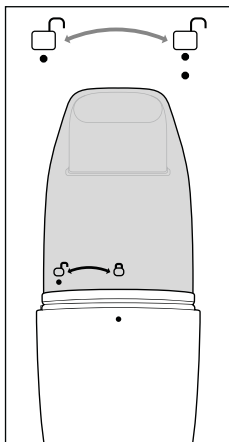
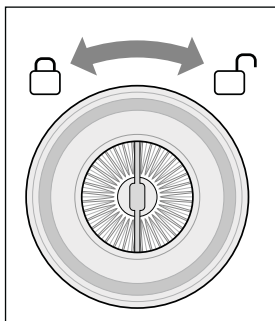

Fig. 6
Fig. 9
1. Al abrir el depósito de suciedad **3**, observe las marcas **●** situadas bajo el símbolo  del depósito de suciedad **3** y en el borde del aparato. Sujete el aparato por el mango **9** y gire el depósito de suciedad **3** hasta que ambas marcas estén la una encima de la otra (consulte la fig. 6).
6. Vuelva a colocar el depósito de suciedad **3** en el aparato. Para ello, asegúrese de que las dos marcas ● situadas bajo el símbolo □ del depósito de suciedad **3** y en el borde del aparato queden la una sobre la otra (consulte la fig. 6). Gire el depósito de suciedad **3** hasta que la marca ● del borde del aparato quede debajo del símbolo □ del depósito de suciedad **3** y el depósito de suciedad **3** encastre audiblemente en el aparato.
- Cambie regularmente el filtro de polvo ❸ para garantizar el funcionamiento correcto e higiénico del aparato.
1. Extraiga el filtro de polvo ❸ con la carcasa del filtro ❹ del depósito de suciedad ❺ (consulte el capítulo **Vaciado del depósito de suciedad**).
2. Observe los símbolos de candado de la tapa del filtro de polvo ❸. Gire el filtro de polvo ❸ hacia la derecha hacia el símbolo  y tire de este para extraerlo de la carcasa del filtro ❹ (consulte las figs. 9 y 10).
- Si desea cambiar el filtro de polvo ❸, omita los pasos 3 y 4 y pase directamente al paso 5.
3. Agite el filtro de polvo ⑤ y la carcasa del filtro ④ en el contenedor de basura para vaciarlos.
4. Limpie el filtro de polvo ⑤ y la carcasa del filtro ④ con agua corriente y deje que se sequen completamente al aire.
5. Vuelva a colocar el filtro de polvo ⑤ en la carcasa del filtro ④ y gírelo hacia la izquierda hacia el símbolo  hasta que encastre firmemente en la carcasa del filtro ④ (consulte la fig. 9).
6. Vuelva a colocar el filtro de polvo ⑤ con la carcasa del filtro ④ en el depósito de suciedad ③. Para ello, asegúrese de que el filtro de polvo ⑤ quede en posición recta en el depósito de suciedad ③ y de que la junta de goma cierre el depósito de suciedad ③.
7. Vuelva a colocar el depósito de suciedad ③ en el aparato. Para ello, asegúrese de que las dos marcas ● situadas bajo el símbolo  del depósito de suciedad ③ y en el borde del aparato queden la una sobre la otra (consulte la fig. 6). Gire el depósito de suciedad ③ hasta que la marca ● del borde del aparato quede debajo del símbolo  del depósito de suciedad ③ y el depósito de suciedad ③ encastre audiblemente en el aparato.